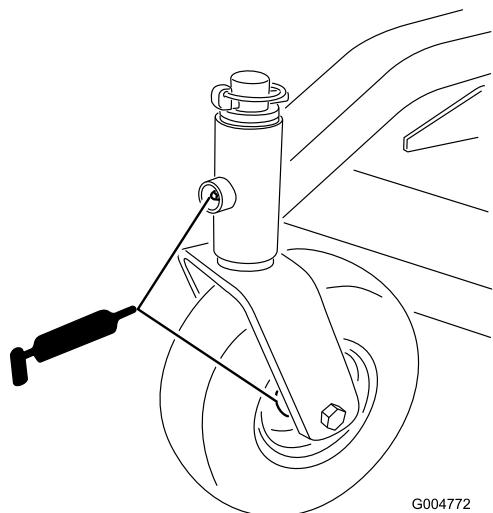

図 15
- 前キャスタのスピンドルブッシュ図15
- 前後のキャスタホイールベアリング図15